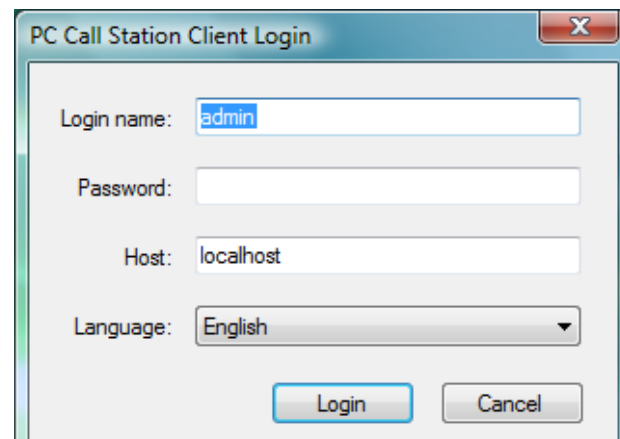

Abbildung 60.1: Einloggen in den PC Call Station Client
- 2 Klicken Sie auf *PC Sprechstellen-Client*. Es wird ein Bildschirm angezeigt, der dem in Abbildung 60.1 gleicht.